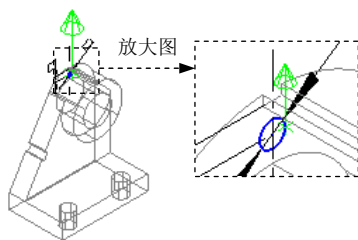

图 7.7.57 定义串连方向
(3) 定义轮廓曲线。选取草图 7 所绘制的圆，并调整与图 7.7.57 所示的相同串连方向，单击  按钮完成轮廓曲线的定义，同时系统弹出“挤出串连”对话框。
- (4) 设置拉伸参数。在 **挤出操作** 区域中选中  **切除实体** 单选项；在 **挤出的距离/方向** 区域中选中